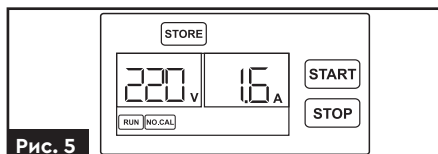

Рис. 5
2. Для ввімкнення насоса натисніть на кнопку «START». На екрані з'являться та почнуть блимати позначки «RUN» та «NO.CAL», зображення поточних значень параметрів роботи (значення напруги, сили струму, індикація режимів роботи) (рис. 5).